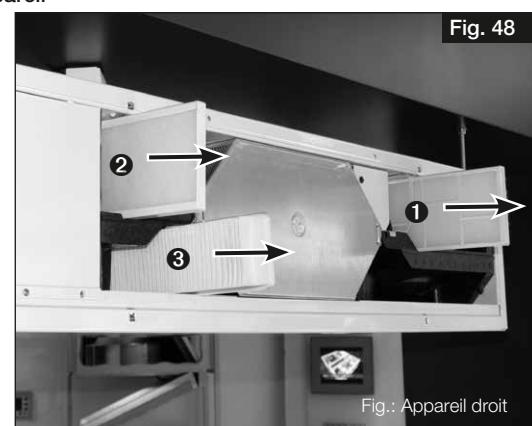

Fig. 48
2. Retirer le filtre air extérieur **1** vers l'avant et le remplacer (voir Fig. 48).
3. Retirer le filtre air extrait **2** (avec cadre) vers l'avant et le remplacer (voir Fig. 48).
4. Facultatif : Retirer le filtre fin / à pollen (ePM1 50 %) **3** avec cadre vers l'avant et le remplacer (voir Fig. 48).